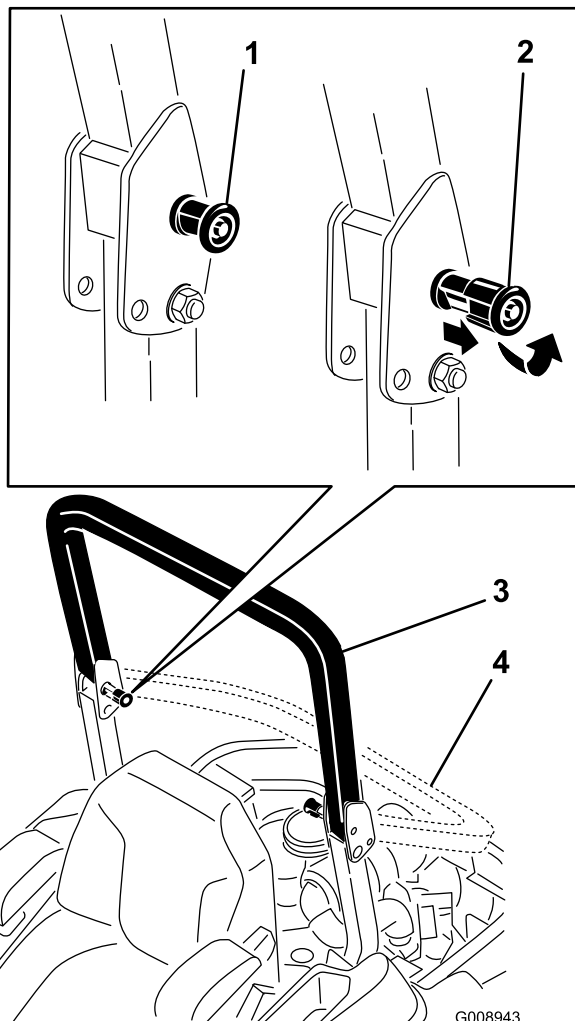

図 7
2. 左右のノブを両方とも引き出し、90° 回転させると外れる（図 7）。
3. その後、バーを降ろす（図 7）。
4. ROPSを立てる際には、まずROPSを立て、次にノブを回して溝に半分掛かった状態にする（図 7）。
5. 次にROPSを完全に立てて上部バーを押えながら穴を整列させると、ピンがひとりでに中にはまる（図 7）。その後ROPSを前後に押して左右のピンが確実にハマっていることを確認する。